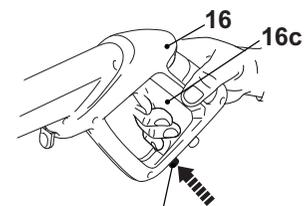

Fig. 28
7. Pour verrouiller la gâchette en position d'arrêt, appuyez sur le bouton d'activation (16d) (Fig. 28).
8. Mettez le bouton marche/arrêt (3) sur « O ».